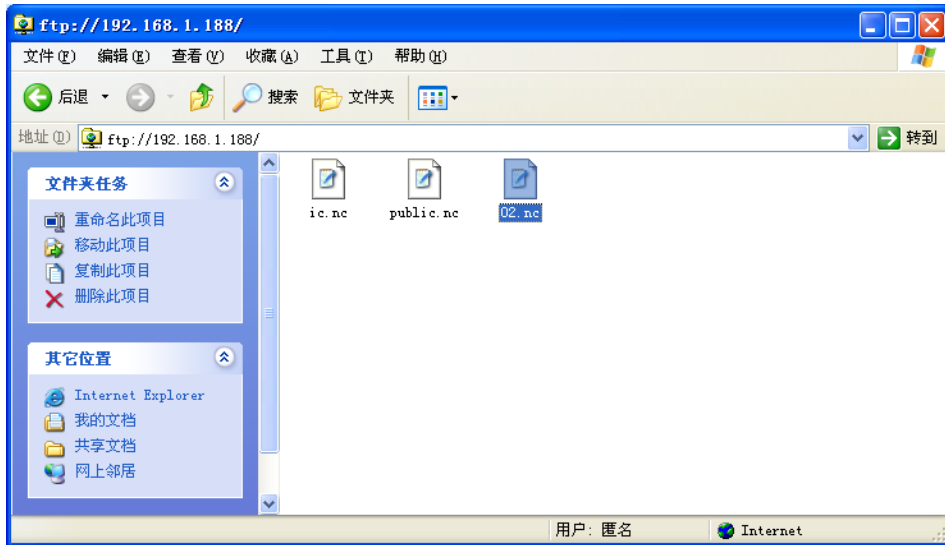

图 6-12 通过 FTP 实现计算机管理 NK280B 网络文件
1. 在资源管理器地址栏输入地址（如 ftp://192.168.1.188）后回车，打开 NK280B 网络文件夹（图 6-12）。